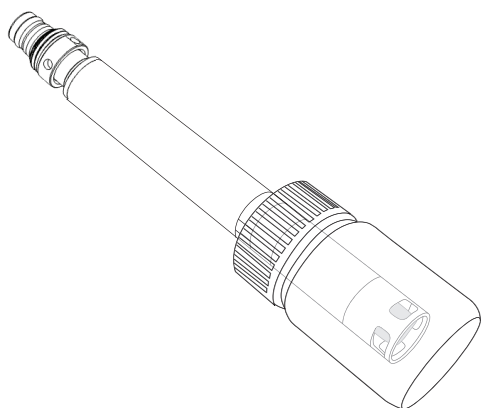

Figura 76 Conservazione a lungo termine del sensore ISE
3. Installare l'O-ring del flacone e serrare (Figura 76).